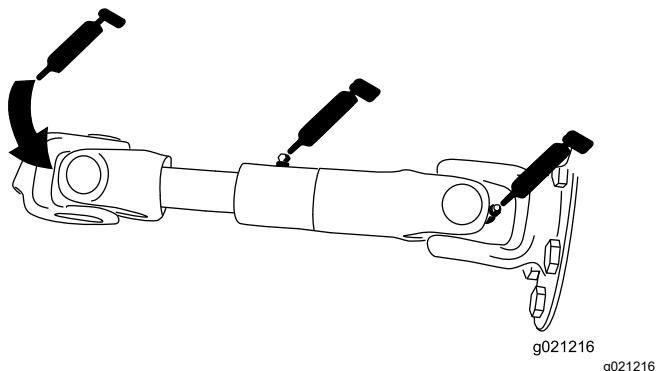

Figura 73
- Eje de transmisión de la bomba (3) (Figura 73)